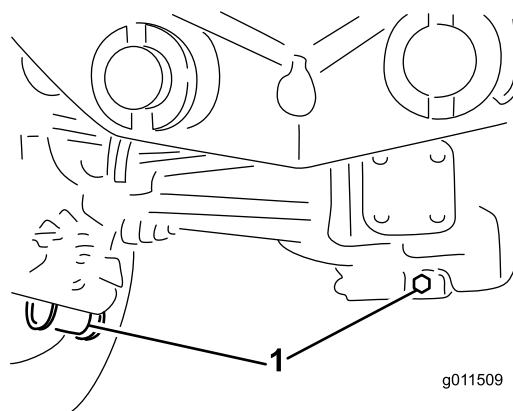

Bild 91
2. Reinigen Sie den Bereich um die drei Ablassschrauben, d. h. jeweils eine an beiden Enden und eine in der Mitte (**Bild 91**).